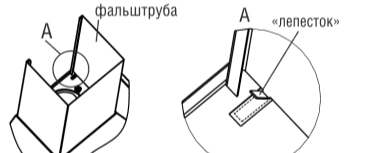

рис. 10
6.6 Перед установкой нижней фальштрубы необходимо отогнуть «лепестки» (при их наличии) на корпусе вытяжки (рис.10)